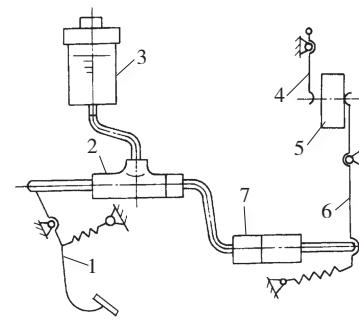

图 1-1-11 离合器液压式操纵机构
(2) 液压式操纵机构主要由离合器主缸(也称总泵)、液压管路和离合器工作缸(也称分泵)等组成，如图1-1-11所示。